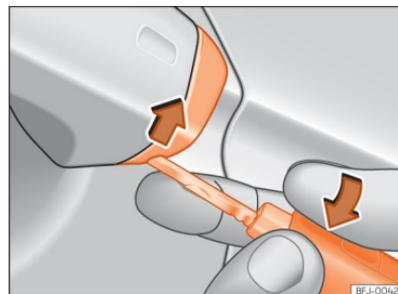

Fig. 72 Manípulo da porta do condutor: soltar a tampa fazendo alavanca.
- Introduza o palhetão na abertura inferior da tampa do manípulo da porta do condutor e retire a tampa de baixo para cima »» Fig. 72.